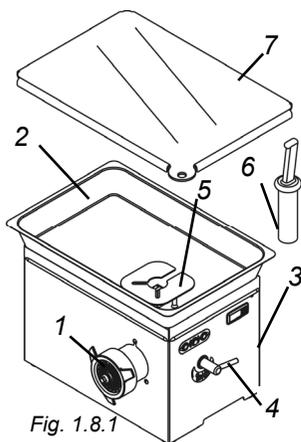

Fig. 1.8.1
La trémie, dans le modèle, reporte la protection "2" Fig 1.8.1 fixée solidement, conformément à la circulaire du Ministère du Travail et de la Sécurité Sociale n° 66 du 05.09.79. Les modèles plus petits ne nécessitent pas ce type de protection en raison des dimensions réduites du col d'introduction.
3. S'assurer qu'elle est dans la bonne position, c'est à dire que le siège arrière rainuré de l'hélice est parfaitement inséré dans l'axe d'entraînement et la bloquer avec le levier de serrage (réf.4 Fig. 1.8.1).